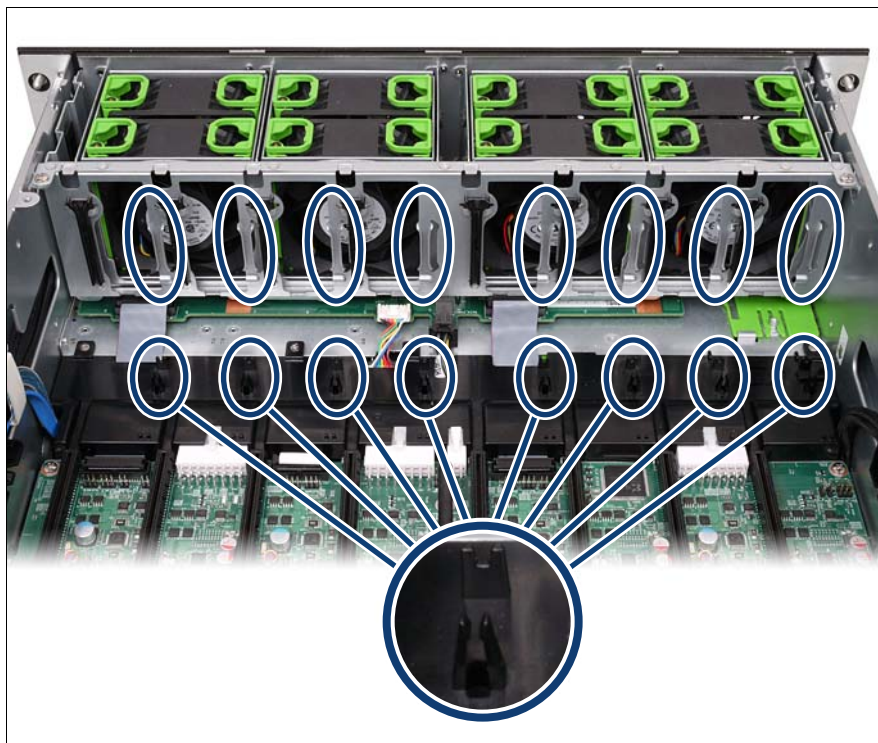

図 21: メモリ仕切り板の金属製の固定ガイドとメモリラグサポートの位置
- ▶ メモリボード（30 ページ の図 12 を参照）とメモリ仕切り板（40 ページ の図 21 を参照）を再び取り付けます。